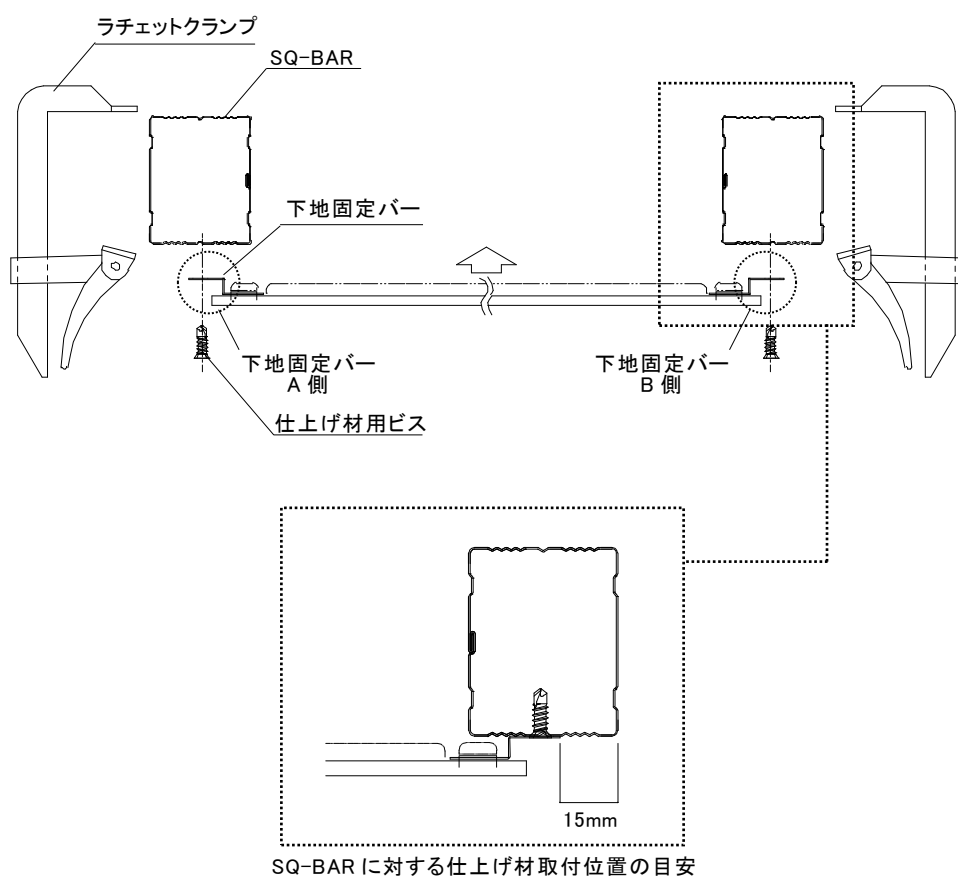

図 3-1-3 1 列目の仕上げ材の取付け(Y-Y 断面図)
- 2) SQ-BAR に対して仕上げ材の下地固定バーの下孔位置から仕上げ材用ビスで固定する。(図 3-1-3 参照)